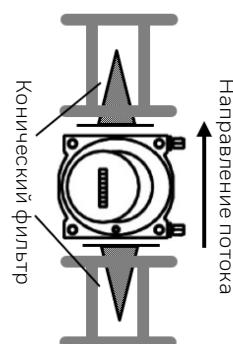

Рис. 11 | Установка конического фильтра
- Выкрутите заглушку заливного отверстия (рис. 11 | № 1) в соответствии с монтажным положением.
- › Если вместо маслоказательного стекла установлена заглушка (рис. 11 | № 2), выкрутите ее.
- › Уровень масла правильный, если следы масла видны на резьбе контрольного отверстия (рис. 11 | № 2) или посередине маслоуказательного стекла.
- Слейте масло со счетчика (см. рис. 11 | № 3 маслоспускной патрубок).